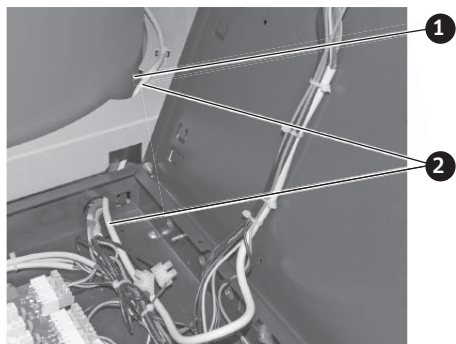

Fig. 168 Passare il cavo attraverso l'apertura sotto "rivestimento in alto"
- ▶ Passare il cavo di rete attraverso l'apertura nel lato sinistro, portandolo dal quadro di comando verso fuori, e proseguire fino all'intaglio per il cavo in prossimità del "rivestimento in alto" – Fig. 168.